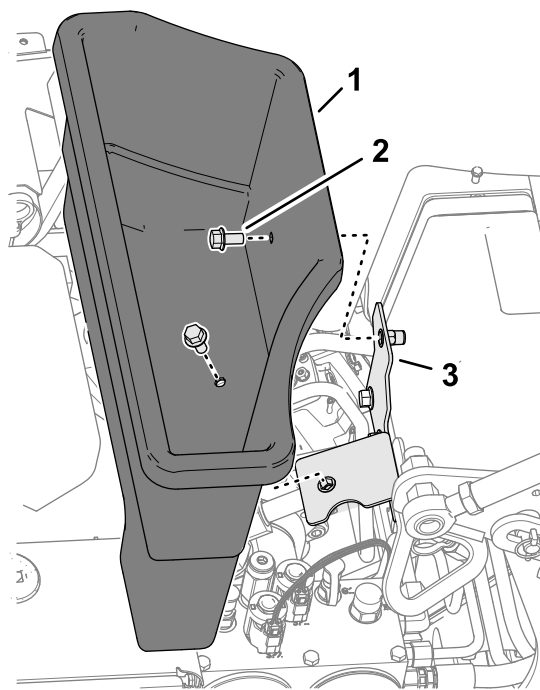

Figure 115
3. Retirez les 2 boulons à embase qui fixent le bac de rangement sur son support (Figure 115).